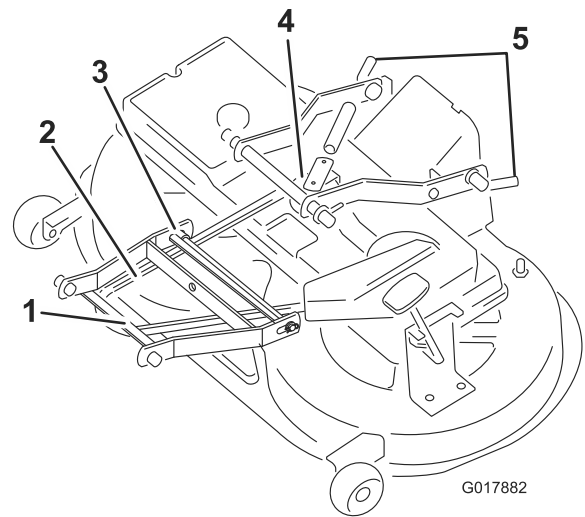

図 43
9. アイドラーム・アセンブリを内側に移動させてプーリからVベルトを外す 図 43。
11. 前アームのリンクと刈り込みデッキのハウジングとの間にあるピンを外す 図 43。
12. エンジンのプーリからVベルトを外す 図 43。